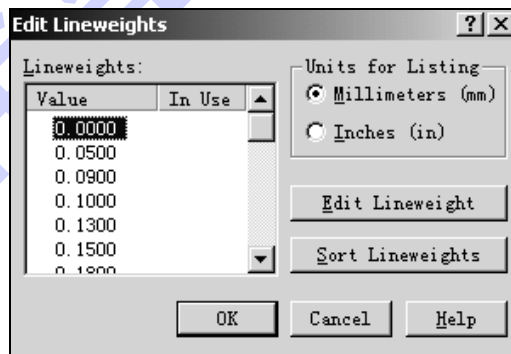

图 10-13 Edit Lineweights 对话框
5) **Edit Lineweights** (修改可应用的线宽) 用户在使用 **Lineweight** 选项更改某一打印样式的线条宽度时，下拉列表框中的线宽值是由 AutoCAD 预设的，用户可在下拉列表框中进行选择。如果该列表框中没有合适的线宽时，可使用“**Edit Lineweights**”按钮将所需线宽添加到下拉列表框中。单击该按钮，将弹出如图 10-13 所示对话框。在该对话框中，可添加新的供选择的线宽并将之排序。